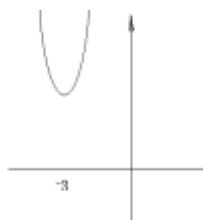

Рис. 3
4. Строим график  $y = (x + 3)^2 + 4$  параллельным переносом графика вверх (рис.3).